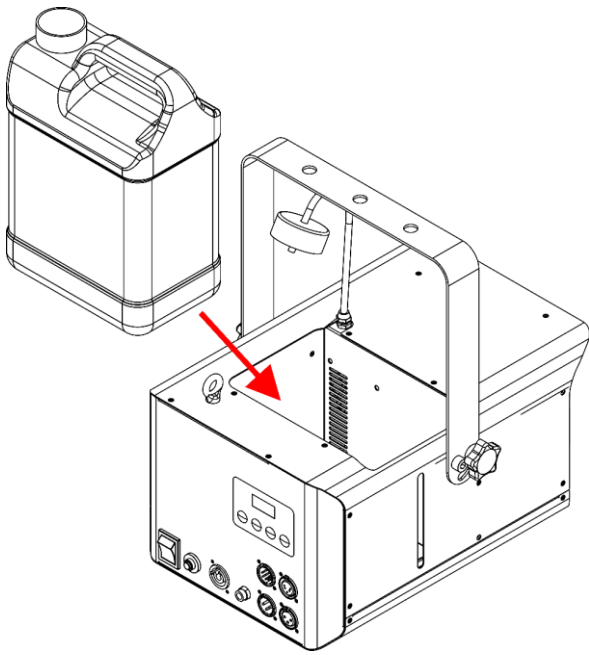

Abb. 18
- 07) Setzen Sie den Flüssigkeitstank wieder in das Gerät ein, wie in Abb. 18 gezeigt.